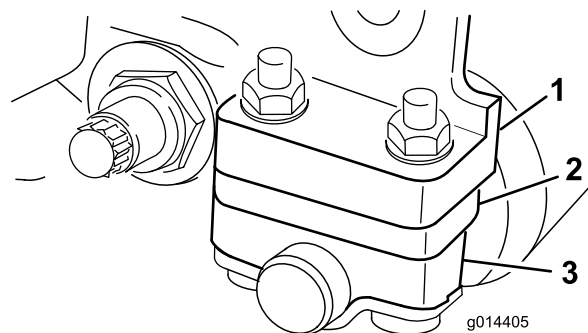

Figura 12
1. Reglați consolele rolei posterioare la intervalul înălțimii de tăiere dorite, poziționând numărul necesar de distanțiere sub flana de montare a plăcii laterale (Figura 12) conform Diagrame de selectare a înălțimii de tăiere și a contracuitului (Pagină 15).